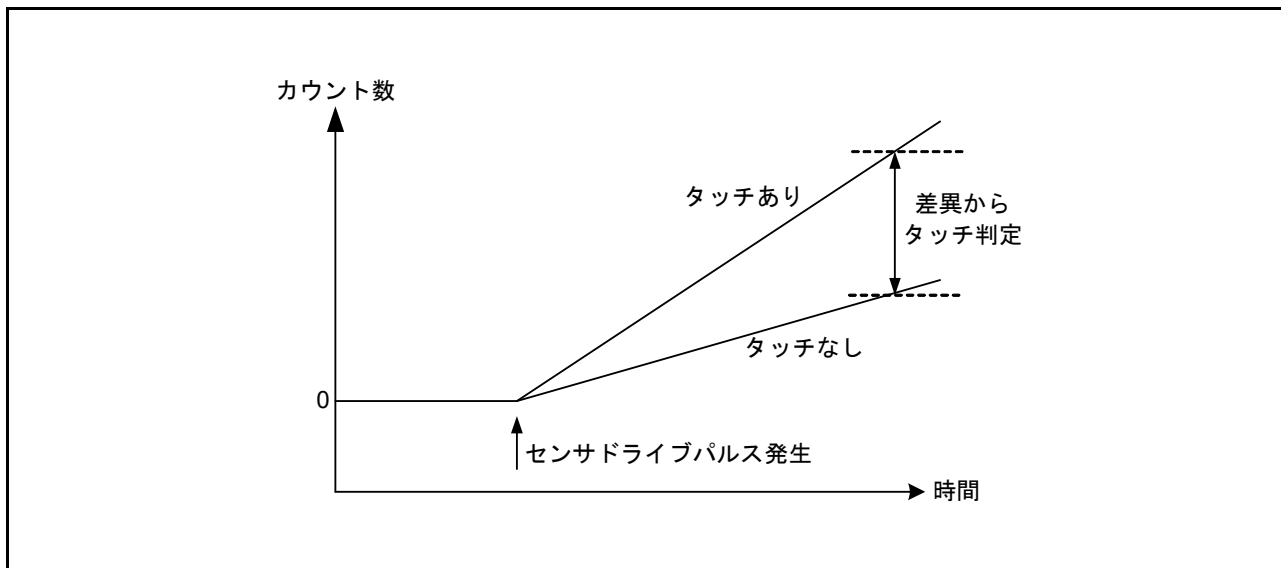

図 42.7 接触 / 非接触による計測値の変化
(1) と (2) の充放電を早いタイミングで切り替えることにより、スイッチドキャパシタフィルタに電流が流れます。このとき、人体の接近により静電容量値が変わるため、流れる電流が変化します。TSCAP 電源を生成する回路からスイッチドキャパシタフィルタに流れる電流に比例した制御電流を ICO に供給することで、クロックを生成します。人体の接近によって変わるクロック周波数をカウンタで計測し、読み出したカウンタ値を用いて、ソフトウェアで人体の接近を判定します (図 42.7)。